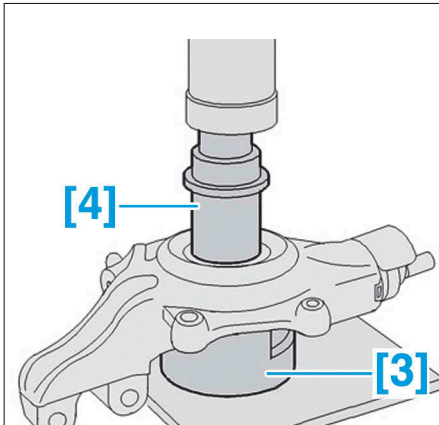

FIG. 25
- Repositionner la cage intérieure (2) dans son logement.
- Mettre en contact l'outil [4] avec la cage du roulement (Fig.25).